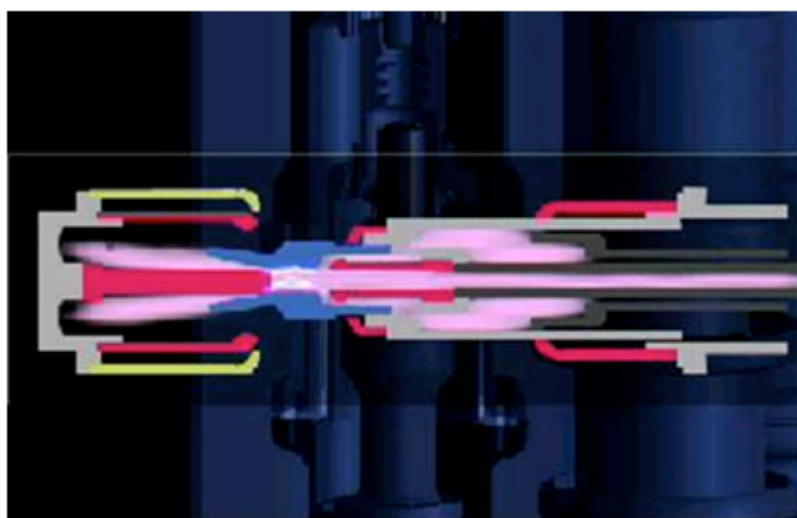

Рисунок 2 Функциональная схема дугогасительной камеры.
2.2. В конструкции СВ используются превосходные характеристики элегаза (SF6) в качестве дугогасящей и электроизолирующей среды. Использована усовершенствованная система дугогасительной камеры, Рисунок 2. По сравнению с обычными дугогасительными камерами с воздушным заполнением,